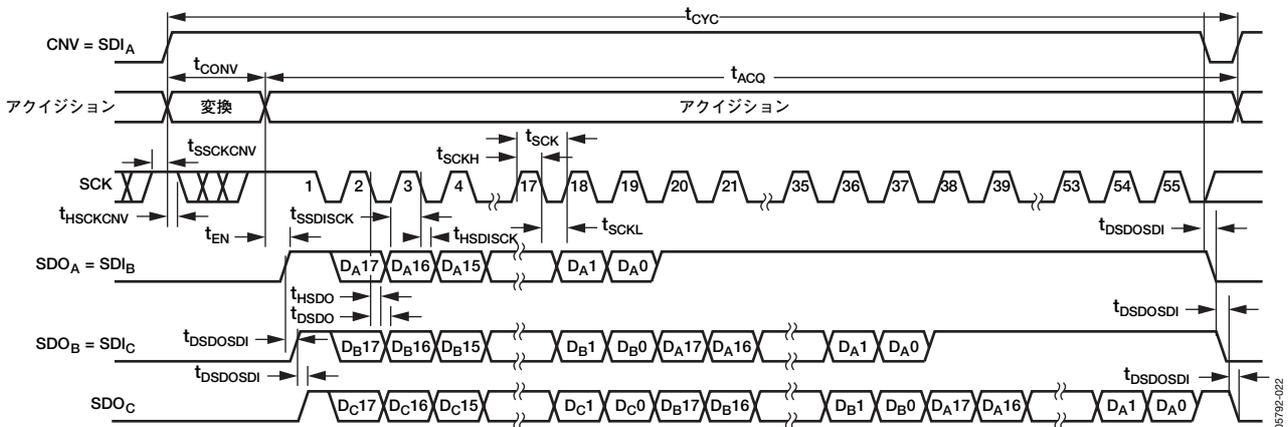

図45. チェーン・モード、BUSYインジケータありのシリアル・インターフェース・タイミング
- チェーン・モードでは、CNVの立上がりエッジ中にSCKがハイレベルになったとき (図45を参照)。